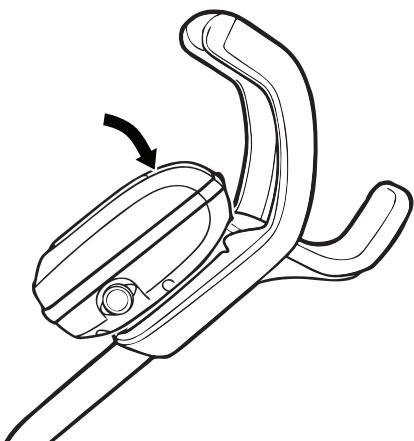

Figura 11. Coloque la unidad de control en el carrito
2. Presione la unidad de control en el gancho del carrito hasta que quede bien colocada y fija en su sitio (Figura 11).